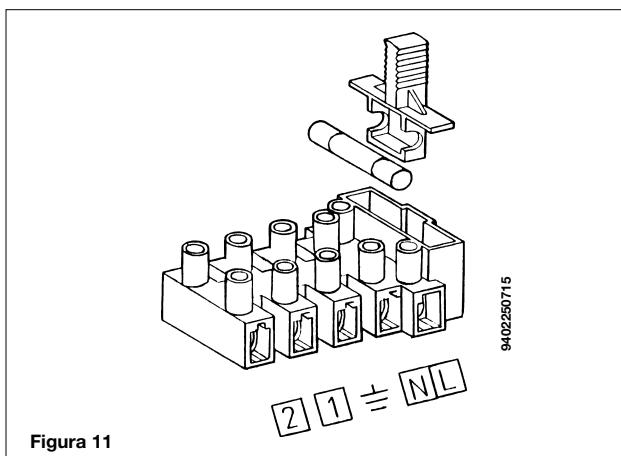

Figura 11
- accedere alla morsettiera di alimentazione (figura 11) come descritto al capitolo precedente;
- togliere il ponticello presente sui morsetti (1) e (2);